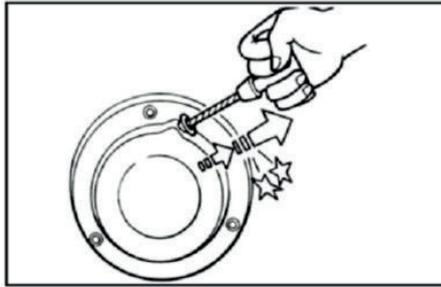

рис. 7
- Запустите двигатель, потянув за рукоятку ручного стартера (Рисунок 7). ВНИМАНИЕ! При вытягивании шнура может создаваться отдача.